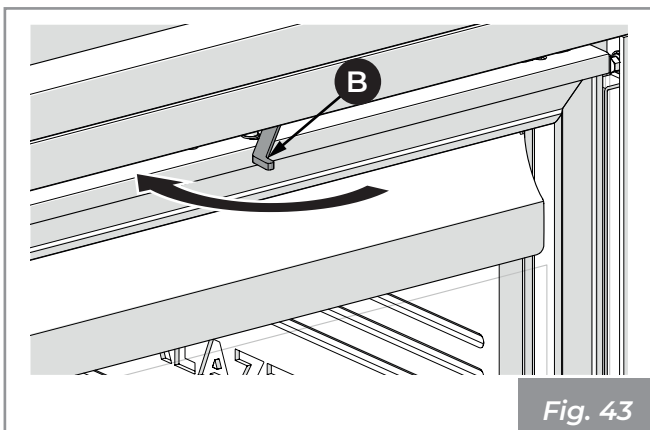

Fig. 43
- 5) Pousser le levier (B) avec la main et ramener le battant en position de verrouillage (Fig. 43).